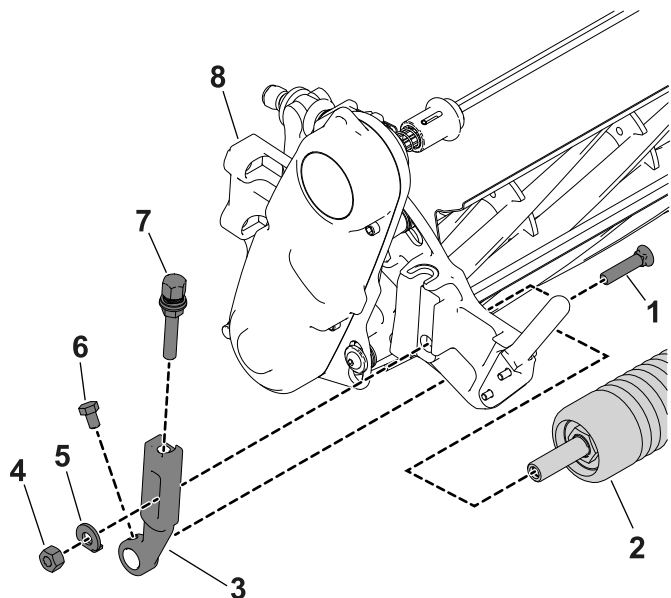

図 2
1. カッティングユニットの、前ローラの左右端部を刈高アームに固定しているねじをゆるめる 図 2。
2. 各刈高アームをカッティングユニットの左右端部に固定しているプラウボルト、ワッシャ、ロックナットを外す 図 2。刈高アームとローラを取り外す。